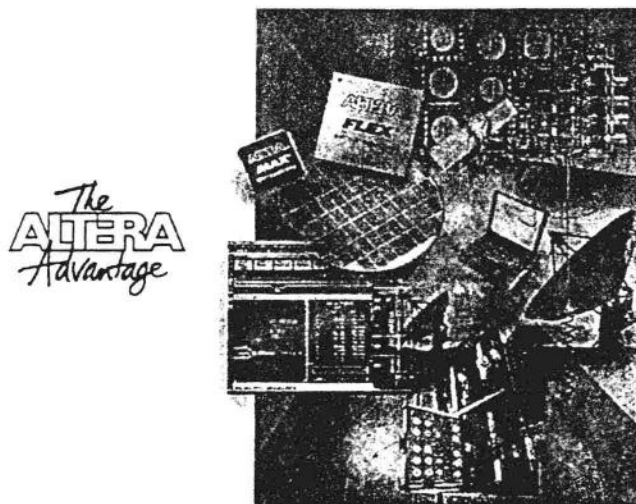

图 1.1 安装封面
1. 从 CD-ROM 中的 baseline 目录下运行 setup.exe, 出现图 1.1: